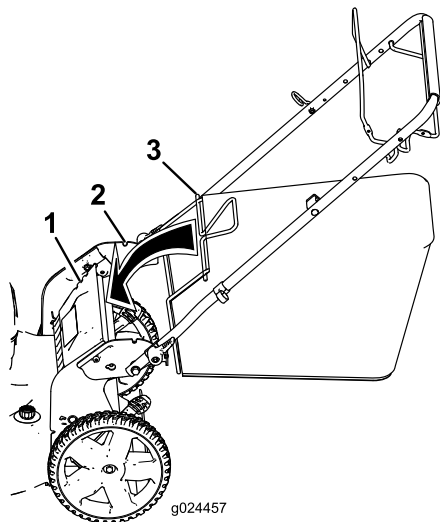

図 15
1. 後部デフレクタを上を開いてその位置に保持する 図 15。
2. 集草バッグを取り付ける。バッグについているピンがハンドルのノッチに掛かったことを確認する 図 15。